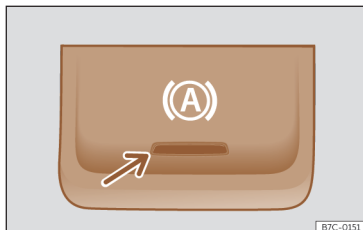

Fig. 127 Dans la partie inférieure de la console centrale : touche de fonction Auto Hold.
(P) Lorsque la fonction Auto Hold est activée, le témoin de contrôle s'allume en vert sur le combiné d'instruments. Le témoin de la touche  >>> **fig. 127** reste allumé tant que la fonction Auto Hold est active.